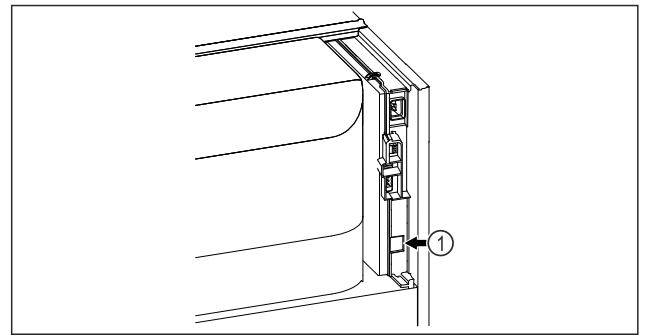

Fig. 47
- SmartModule Fig. 47 (1) on asennettu.